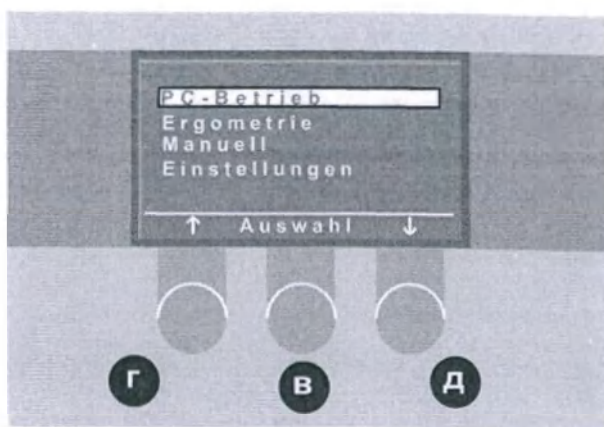

Рис. 4-4 Основное меню
- Нажмите кнопку  (рис. 4-3), чтобы вызвать на экран основное меню (рис. 4-4).